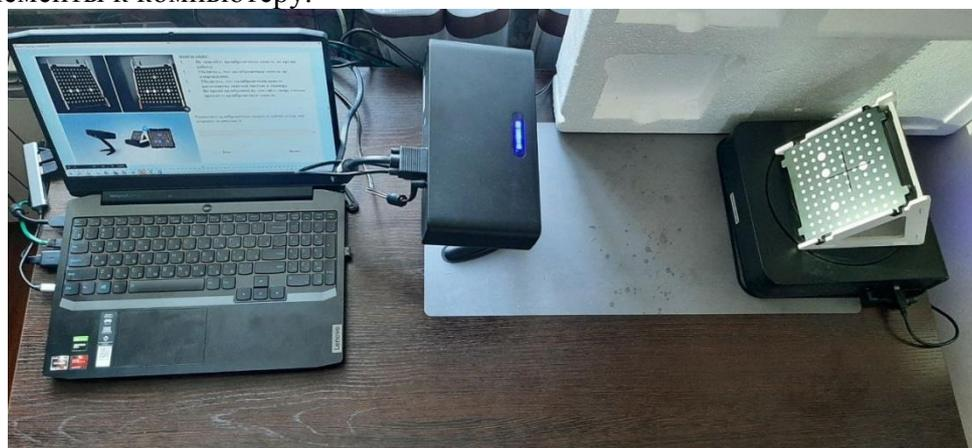

Рисунок 3.2
1. Собрать лабораторную установку на столе, расположив ее составляющие по трафарету. Исключить попадания яркого света и прямых солнечных лучей на поворотный стол и в камеры сканера (Рисунок 3.2). При необходимости, поставить ширму или другую преграду на пути от источника яркого света. Подключить все элементы к компьютеру.